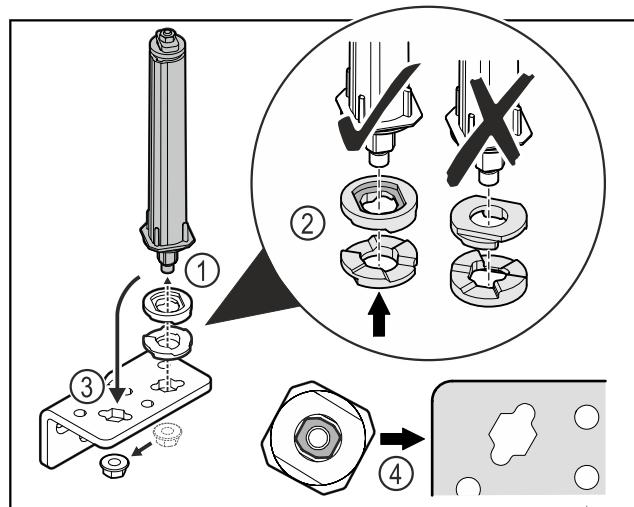

Fig. 30
- Atskrūvējet uzgriezni un noņemiet durvju slēgšanas sistēmu Fig. 30 (1).
- Ievērojiet augstuma regulēšanas paplākšņu pareizo izvietojumu Fig. 30 (2).
- Pārlieci durvju slēgšanas sistēmu lokāmajā kronšteinā unnofiksējet ar uzgriezni Fig. 30 (3).
- Ievērojiet durvju slēgšanas sistēmas pareizo izvietojumu ievietošanas laikā Fig. 30 (4).